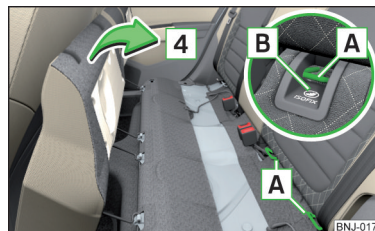

Fig. 67 Rabatarea înapoi a banchetei din spate
- Rabatați înapoi bancheta din spate în sensul săgeții **4** » fig. 67.